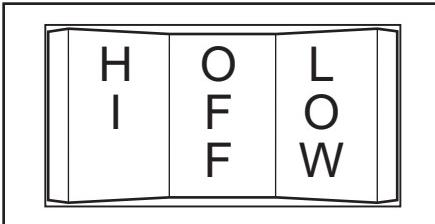

Figure 1
2. Branchez le ventilateur dans une prise à trois branches sélectionnez la vitesse requise sur le control situé sur le coté de l'appareil (**Figure 1**).